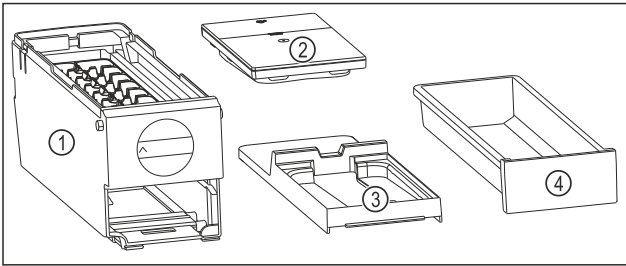

Fig. 143 Bestanddelen van de EasyTwist-Ice
- ▷ EasyTwist-Ice is in vier delen gedemonteerd. (zie Fig. 143)
- ▶ EasyTwist-Ice alleen in afgebeelde bestanddelen demonteren. (zie Fig. 143)
- ▶ EasyTwist-Ice-corpus Fig. 143 (1) als geheel reinigen.